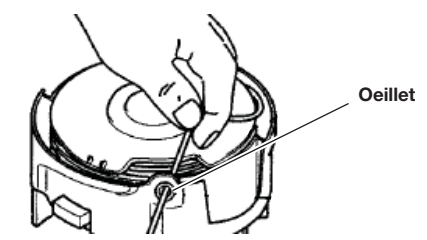

Fig. 19
- Insérez une ligne dans chacun des deux œillets du moyeu (Figure 19).